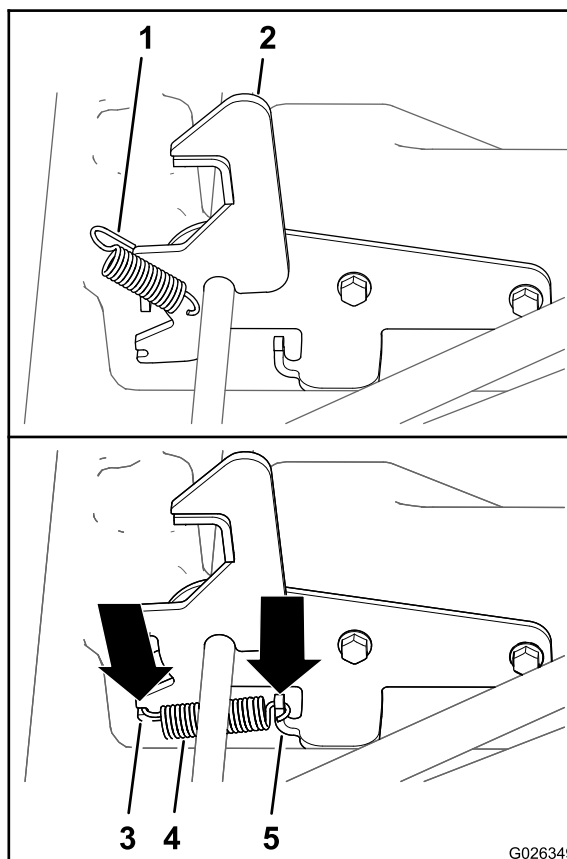

Рисунок 12
5. Совместите длинный конец пружины с седлом пружины в узле защелки (Рисунок 12).
6. Подсоедините длинный конец пружины к пружинодержателю защелки (Рисунок 12).
7. Повторите действия, описанные в пунктах 5 и 6, для другой защелки и пружины (Рисунок 12).